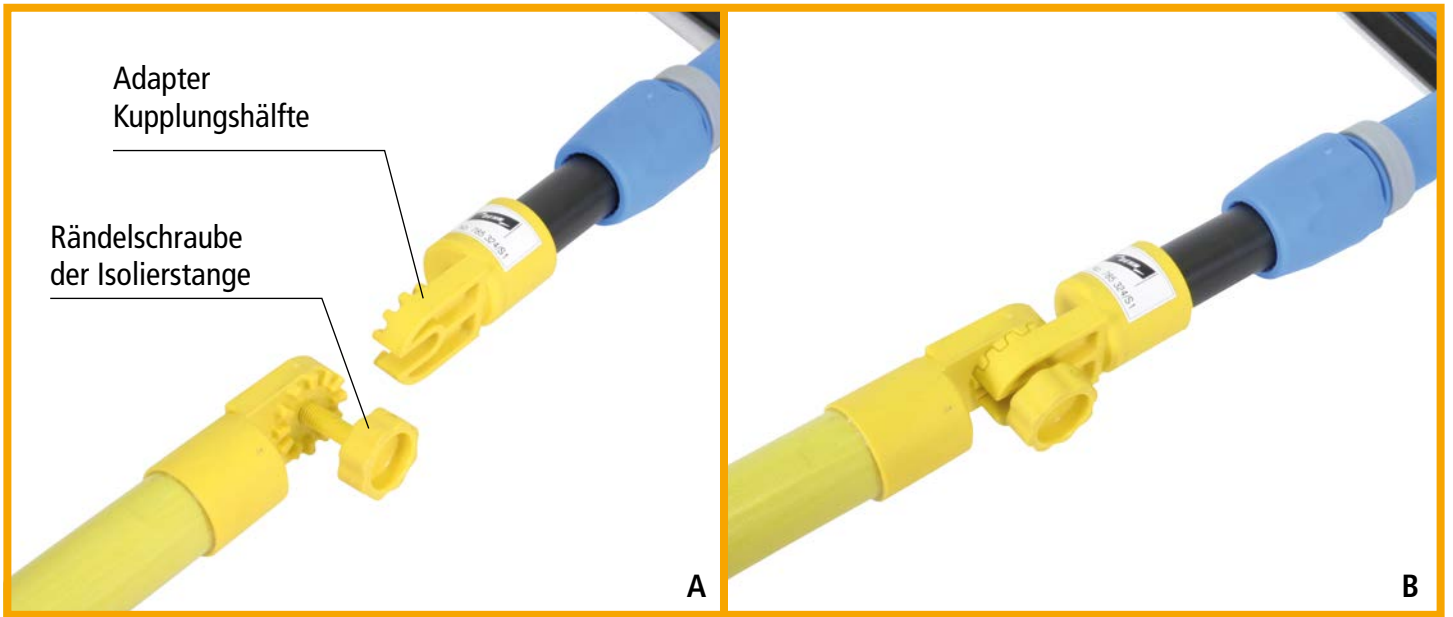

Bild 2 Montage Adapter mit Zahnkupplung auf Isolierstange
- ➔ Die Rändelschraube der **Isolierstange IS 25 ZK ...** ist soweit zu öffnen, dass die Kupplungshälfte des **Adapters AD ZK 25 200** im gewünschten Neigungswinkel in die Zahnkupplungshälfte der Isolierstange eingerastet werden kann (siehe Bild 2/A).
- ➔ Danach werden die beiden Kupplungshälften mit der Rändelschraube fest verschraubt (siehe Bild 2/B).